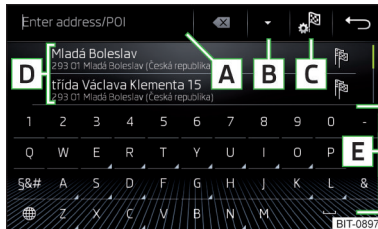
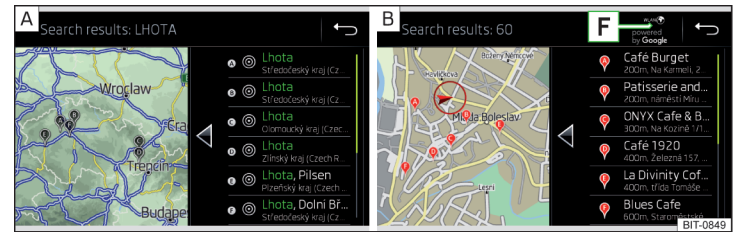

Abb. 164
Abb. 165 Liste der aufgesuchten Ziele: in den Navigationsdaten / online
#### Funktionsflächen » Abb. 164 und » Abb. 165
Im Bereich **D** » Abb. 164 wird eine Liste der aufgesuchten Ziele angezeigt. ▶
- ▶ **oder:** Die Funktionsfläche **B** » Abb. 164 antippen.
- 📍 In den Navigationsdaten aufgesuchte Ziele » Abb. 165 - **A**.
- 📍 Online aufgesuchte Ziele » Abb. 165 - **B**.